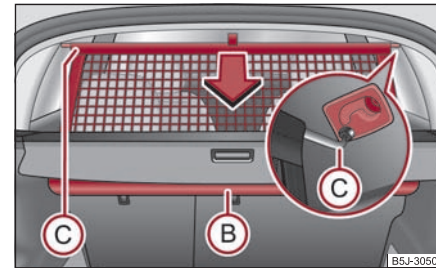

Abb. 87 Netztrennwand aufrollen
- Ziehen Sie die Querstange erst auf der einen, dann auf der anderen Seite etwas nach hinten und nehmen die Querstange aus den Aufnahmen (C) ⇒ Abb. 87.
- **Halten** Sie die Querstange so, dass die Netztrennwand in das Gehäuse (B) langsam und ohne Beschädigung einrollen kann.